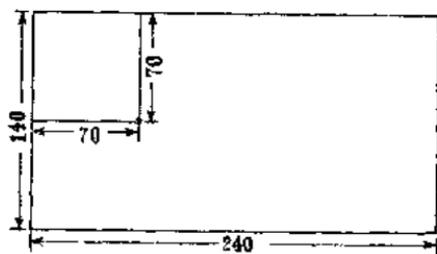

图 1
1. 用木砂皮将木板平面打光，再用烧红的铁棒在木板上离上边和左边各70毫米的地方钻一个孔(图1)。